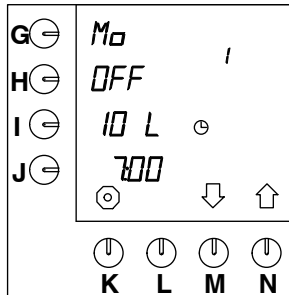

Fig. 12 Standard forhåndsprogrammert innstilling
- Etterpå vises **første** forhåndsprogrammerte tidsinnstilling **for neste dag** på displayet (fig. 12).
- Etterpå vises **første** tidsinnstilling for **neste** dag på displayet (fig. 12).